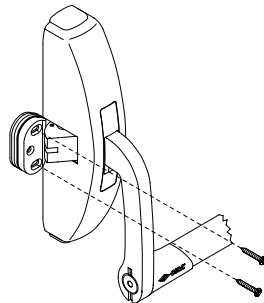
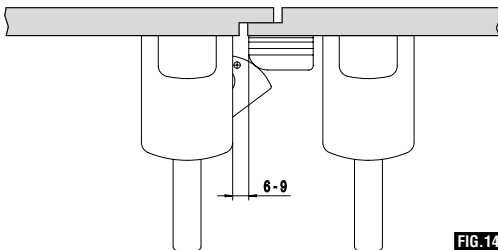
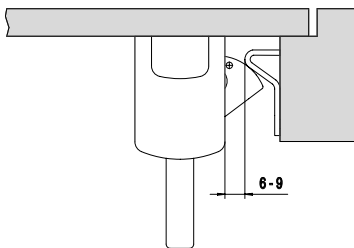

FIG. 13
FIG. 14A
FIG. 14B
- 12) Posizionare le bocchette a battuta sullo scrocco utilizzando il numero di spessori necessari per rispettare la distanza indicata nelle fig. 14A e fig. 14B; Segnare con un punteruolo i due fori laterali (asole) ed eseguire i due fori H3 = 2,6 mm (indicativo per profili di alluminio) (fig. 13).
- ATTENZIONE:** regolare la posizione della bocchetta in modo che la levetta antiscasso, a porta chiusa, risulti completamente premuta ed a filo con lo scrocco. In caso contrario il dispositivo di bloccaggio dello scrocco non sarà attivo (fig. 13).
- 12) Position the doorstop strikers on the latch-bolt using the necessary number of spacers to respect the distance indicated in Figs. 14A and 14B; mark with an awl the two side holes (slots) and drill the two holes H3 = 2,6 mm (indicative for aluminium profiles) (Fig. 13). **ATTENTION:** adjust the position of the striker so that the anti-picking device lever, with the door closed, is completely pressed down and flush with the latch-bolt. If this is not the case the dead-locking device of the latch-bolt will not be active (Fig. 13).
- 12) Positionner les gâches contre le pêne en utilisant le nombre d'épaisseurs nécessaires pour respecter la distance indiquée dans les fig. 14A et fig. 14B; Marquer avec un poinçon les deux trous latéraux (rainures) et réaliser les deux trous H3 = 2,6 mm (indicatif pour les profils en aluminium) (fig. 13).
- ATTENTION:** régler la position de la gâche de manière à ce que le doigt anti-effraction, quand la porte est fermée, soit complètement enfoncé et au niveau du pêne. Dans le cas contraire, le dispositif de blocage du pêne ne sera pas actif (fig. 13).
- 12) Coloque los batientes en correspondencia con el pestillo, utilizando el número de espesores necesarios para respetar la distancia indicada en las figuras 14A y 4B; marque con un punzón los dos orificios laterales (ojales) y practique los dos orificios de 2,6 mm (indicativo para los perfiles de aluminio) (Fig. 13).
- ATENCIÓN:** regule la posición del batiente de tal modo que la palanca anti-picking, con la puerta cerrada, quede completamente apretada y al ras del pestillo. En caso contrario, el dispositivo de bloqueo del pestillo no estará activo (Fig. 13).
- 12) De schootplaat op de schoot plaatsen, en de nodige tussenstukken aan brengen om de in afb. 14A en 14B aangegeven afstanden in acht te nemen. De twee zijgaten markeren en de gaten H3 = 2,6 mm boren (voor aluminiumprofielen) (afb. 13).
- LET OP:** de positie van de schootplaat zodanig regelen dat de inbraakbeveiliging, met gesloten deur, volledig ingedrukt in lijn met de schoot is. Zo niet zal het vergrendelsysteem van de schoot niet werken (afb. 13).
- 12) Die Beschläge in Übereinstimmung mit der Falle positionieren, dazu verwendet man die notwendige Anzahl an Ausgleichscheiben, um den auf den Abb. 14A und Abb. 14B angeführten Abstand einzuhalten. Mit einem Senkstift die beiden seitlichen Bohrungen (Schlitze) anzeichnen und die beiden Bohrungen H3=2,6 mm durchführen (die angeführten Durchmesser beziehen sich auf Aluminiumprofile) (13). **ACHTUNG:** Position des Beschlags so regulieren, dass der Einbruchsicherungshebel bei geschlossener Tür vollständig gedrückt ist und mit der Falle in einer Linie steht. Wenn diese Voraussetzungen nicht vorhanden sind, ist die Sperrvorrichtung der Falle nicht aktiv. (Abb. 13).